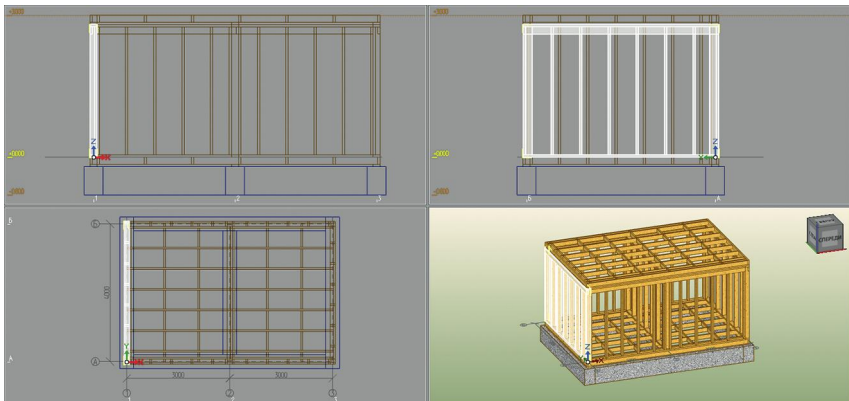

рис. 63
3. В видовом окне №4 левым кликом выберите **Стену 1** (рис. 63).